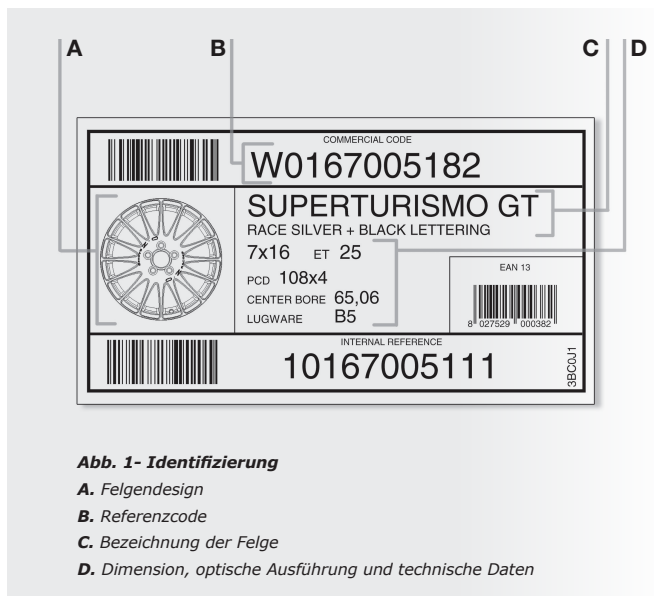

Abb. 1- Identifizierung
- Übereinstimmung der Lieferung mit der Bestellung überprüfen; dazu Aufkleber außen am Karton (Abb.1) und den Code auf der Felge kontrollieren;